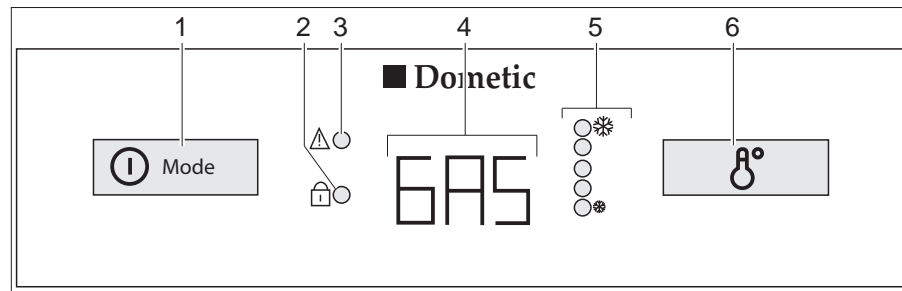

Bild 227 Bedienelemente für den Kühlschrank (Dometic 8er-Reihe mit AES)
Bei Störungen blinkt die Anzeige-LED Störung "⚠" (Bild 227,3).
Wenn die 230-V-Versorgung **nicht** angeschlossen und der Fahrzeugmotor **ausgeschaltet** ist, wählt das AES die Gasversorgung. Beim Anwählen des Gasbetriebs wird die Züandsicherung automatisch geöffnet, so dass Gas zum Brenner strömen kann. Gleichzeitig wird der elektronische Zünder eingeschaltet. Erlischt die Gasflamme, z. B. durch einen Luftzug, wird der Zünder sofort aktiviert und zündet das Gas wieder an. Bei Störung im Gasbetrieb blinkt in der Betriebsanzeige (Bild 227,4) der Text "GAS".
Nach dem Einschalten wählt der Kühlschrank automatisch die mittlere Thermostateinstellung. Diese Einstellung kann manuell mit dem Schalter für die Temperatureinstellung (Bild 227,6) nachgeregelt werden. Die Anzeige-LEDs (Bild 227,5) zeigen die gewählte Thermostateinstellung an. Mit dem Schalter wird die Kühltemperatur für alle drei Energiearten eingestellt. Es dauert einige Stunden, bis der Kühlschrank die normale Betriebstemperatur erreicht hat. Beim Umschalten der Betriebsart wird die Thermostateinstellung beibehalten. Die Kühltemperatur wird unabhängig von der Energieart beibehalten.
- Den Einschalter/Energie-Wahlschalter (Bild 227,1) 2 Sekunden lang drücken, um das Gerät einzuschalten. Die zuletzt gewählte Betriebsart wird in der Betriebsanzeige (Bild 227,4) angezeigt.
- Mit dem Einschalter/Energie-Wahlschalter (Bild 227,1) die Energieart wählen.
- Die Kühltemperatur am Schalter für Temperatureinstellung (Bild 227,6) einstellen. Die Anzeige-LEDs (Bild 227,5) zeigen die gewählte Thermostateinstellung.
- Den Einschalter/Energie-Wahlschalter (Bild 227,1) 2 Sekunden lang drücken. Alle Anzeigen erlöschen.